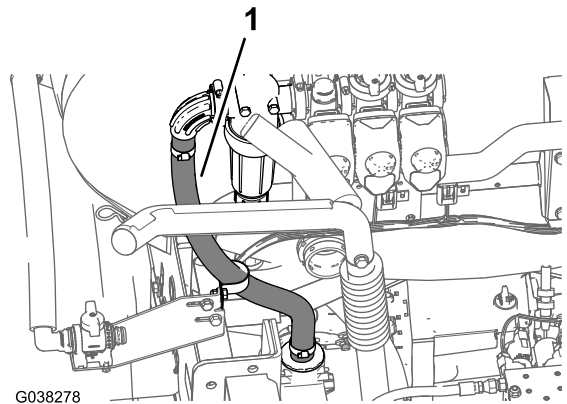

图71
- 如 图71 所示将打药车供水软管向下通向位于泄压阀前部的 T 形接头。